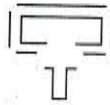

Рисунок 2.2a: крышка маслосливной горловины
- Отвинтите крышку маслосналивной горловины (рисунок 2.2a) над уровнемером.